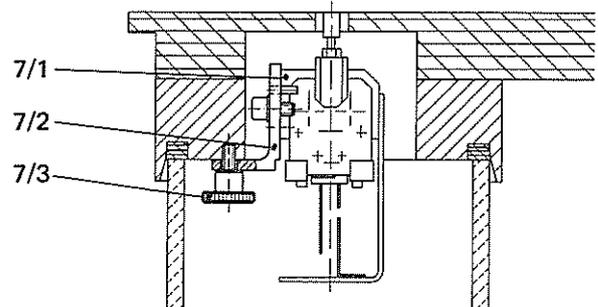

Fig. 7 Befestigung des Verdampferkopfes
- Haltewinkel (Pos. 7/2) an Aufnahmeblock (Pos. 7/1 bzw. Pos. 3/1) des Verdampferkopfes gemäss Fig. 7 festschrauben.